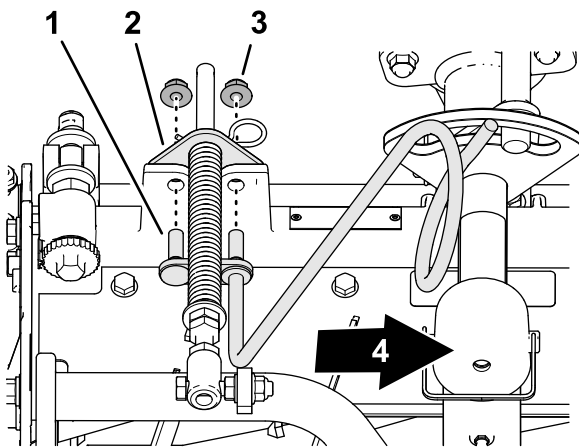

Рисунок 14
- Совместите шпильки правой направляющей шланга с отверстиями в раме режущего блока и кронштейне компенсатора состояния грунта (Рисунок 14).